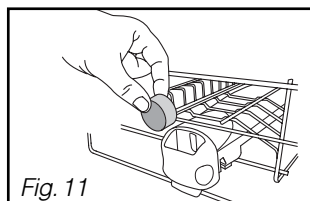
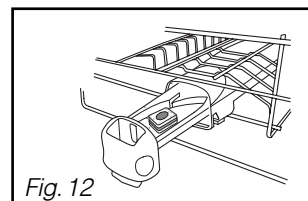

Fig. 11
Fig. 12
non multifonction dans le compartiment extérieur (Fig 11)
ou pour un fonctionnement optimal, tirez le tiroir du distributeur et disposez la pastille. (Fig 12)
• **Disposez la pastille** dans le compartiment extérieur (Fig 11 page précédente), ou pour un résultat optimal, tirez le tiroir du distributeur et disposez la pastille à l'intérieur. (Fig 12 page précédente).